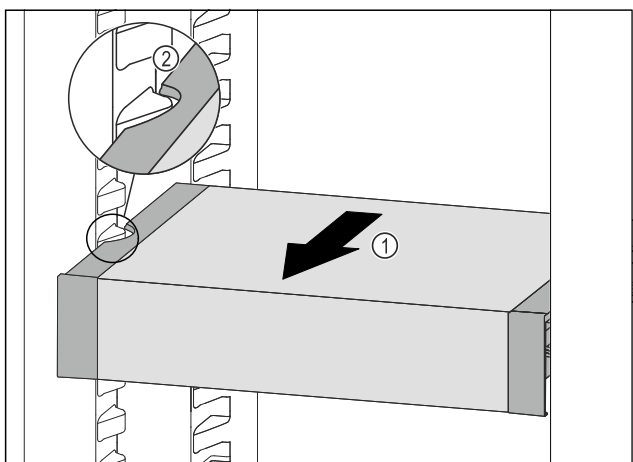

Fig. 88
- VarioSafe ťahajte dopredu Fig. 88 (1), kým sa bočné vybrania VarioSafe nebudú nachádzať vo výške rebra nádoby v chladničke. Fig. 88 (2)